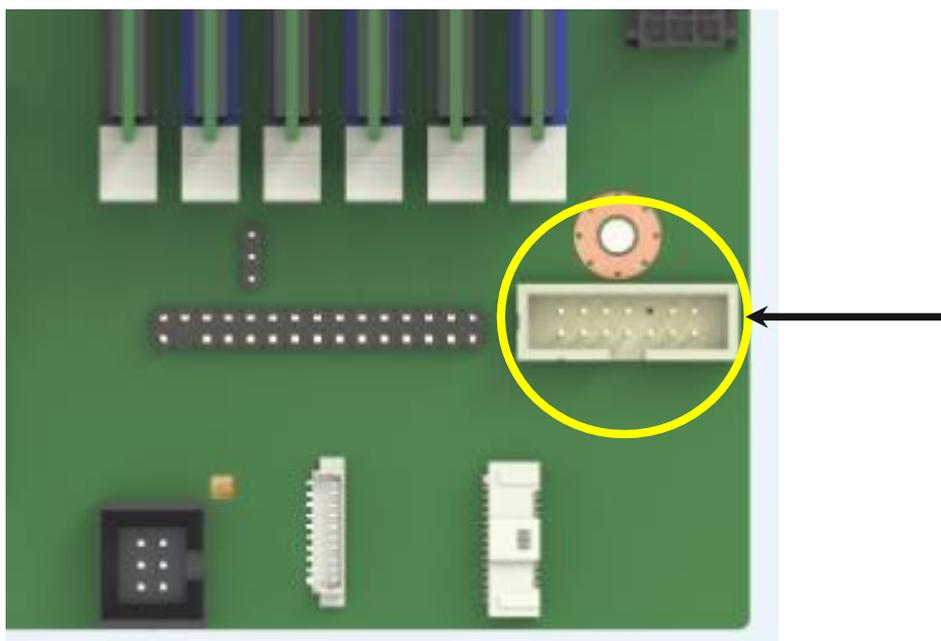

Рисунок 4-36. Расположение разъёма для видео на плате
2. На серверной плате рядом с передним правым краем находится разъём А рядом с передним правым краем серверной платы с надписью «FP_VIDEO», который при подключении по кабелю может передавать видео с передней части серверной системы (рис. 4-36).